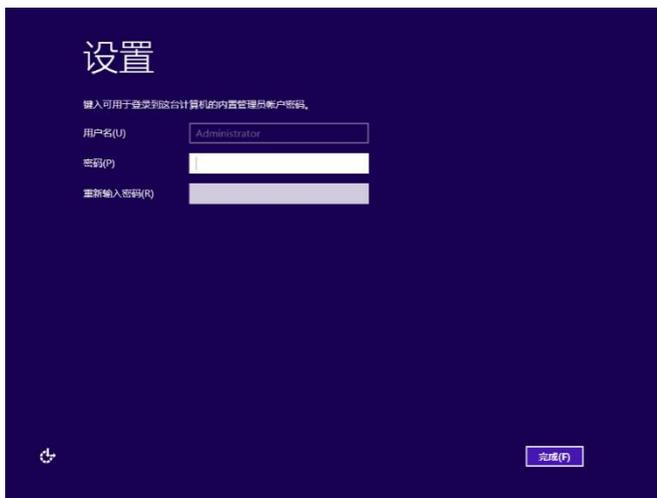

图 6-14
- o. 系统安装完成后，第一次进入系统，系统会要求设置密码，密码设置规则请参见系统要求。如图 6-14 所示。